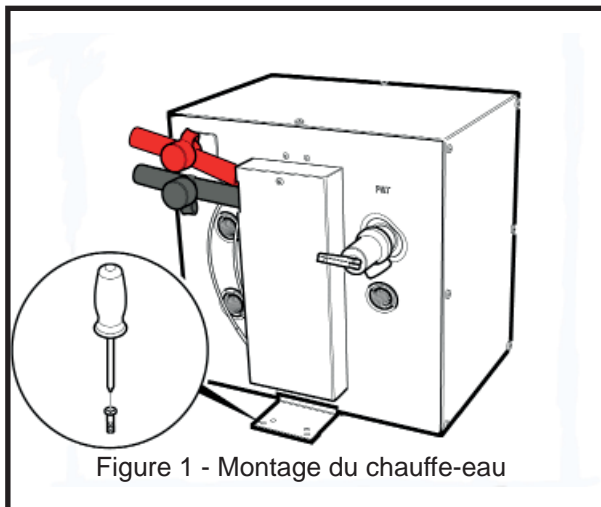

Figure 1 - Montage du chauffe-eau
**Étape 1** Fixez les supports de montage sur la structure à l'aide de huit vis ou boulons M6 (voir la Figure 1). L'épaisseur minimale de la surface de montage est de ½" (12,5mm).